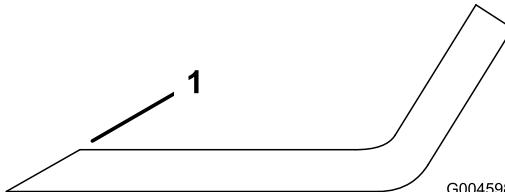

Figure 37
1. Au moyen d'une lime, aiguissez le tranchant aux deux extrémités de la lame (Figure 37) en veillant à conserver l'angle de coupe d'origine. Limez la même quantité de métal sur les deux tranchants pour ne pas déséquilibrer la lame.